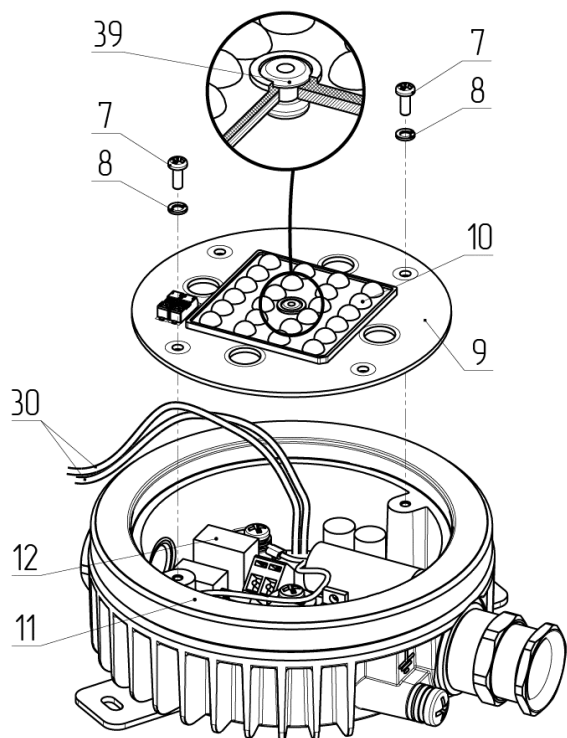

Рис. 10
4.2.4 – Выкрутить винты 7, снять шайбы 8. Светодиодный модуль 9 вместе с оптическим модулем 10 отсоединить от корпуса светильника 11 (см. рис. 10).
4.3.3 – Высверлить заклепку 39, отсоединить оптический модуль 10 (см. рис. 10).